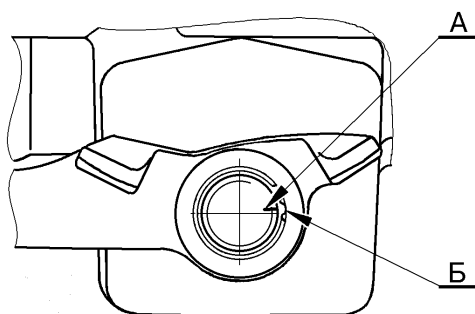

Рис.7. Установка сошки на рулевой механизм:
3.32 Установить доработанную сошку на рулевой механизм из комплекта гидроусилителя, совместив сдвоенный паз "А", рис.7, шлицевого отверстия сошки с меткой "Б" на валу сошки, стопорную пластину и закрепить гайкой. Момент затяжки гайки 140...160 Н.м (14...16 кгс.м) (головка сменная 30, вороток, ключ динамометрический типа 02.7812-4004).